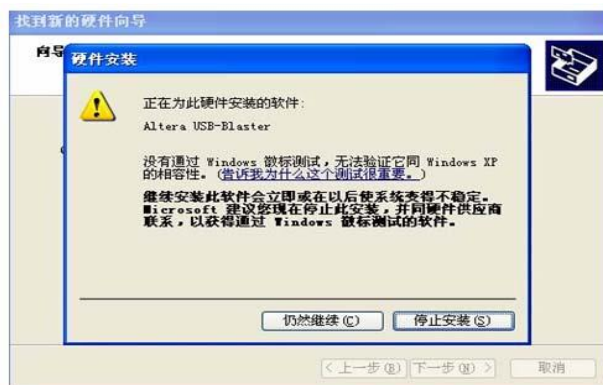

图 1.18 安装驱动第四步
- iv. 点击 Add File...按钮后添加正确的 sof 文件，完成添加后的 Programmer 界面如图 1.18 所示。
⑤ 选中“在搜索中包括这个位置(O):”后，点击【浏览】按钮，找到驱动程序所在位置，指定驱动目录，点击【下一步】系统开始安装驱动。
⑥ 安装驱动程序时系统会弹出如图 1.18 所示的提示对话框，其内容为“由于该驱动程序未经过微软的徽标测试”。点击【仍然继续】，继续安装驱动。